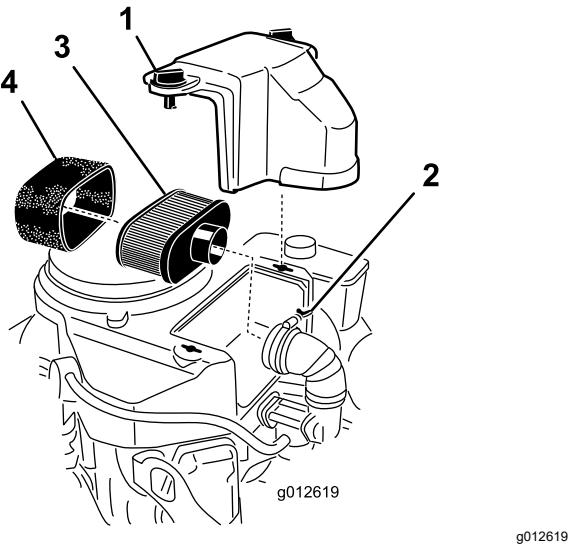

Figura 38
- Para evitar qualquer dano, limpe à volta do filtro de ar para impedir a entrada de impurezas para o interior do motor (Figura 38).
- Desaperte os botões da cobertura e retire a cobertura do filtro de ar (Figura 38).
- Desaperte o dispositivo de fixação de tubagem e retire o conjunto do filtro de ar (Figura 38).
- Retire cuidadosamente o filtro de esponja, passando pelo filtro de papel (Figura 38).
- Deslize cuidadosamente o elemento de esponja para o filtro de papel (Figura 38).
- Coloque estrutura do filtro do ar na base do filtro do ar ou tubo e prenda-a (Figura 38).
- Coloque a cobertura do filtro de ar na sua posição e aperte os botões da cobertura (Figura 38).
- Limpe o elemento de papel batendo suavemente para remover a sujidade. Se estiver muito sujo, substitua o elemento de papel (Figura 38).